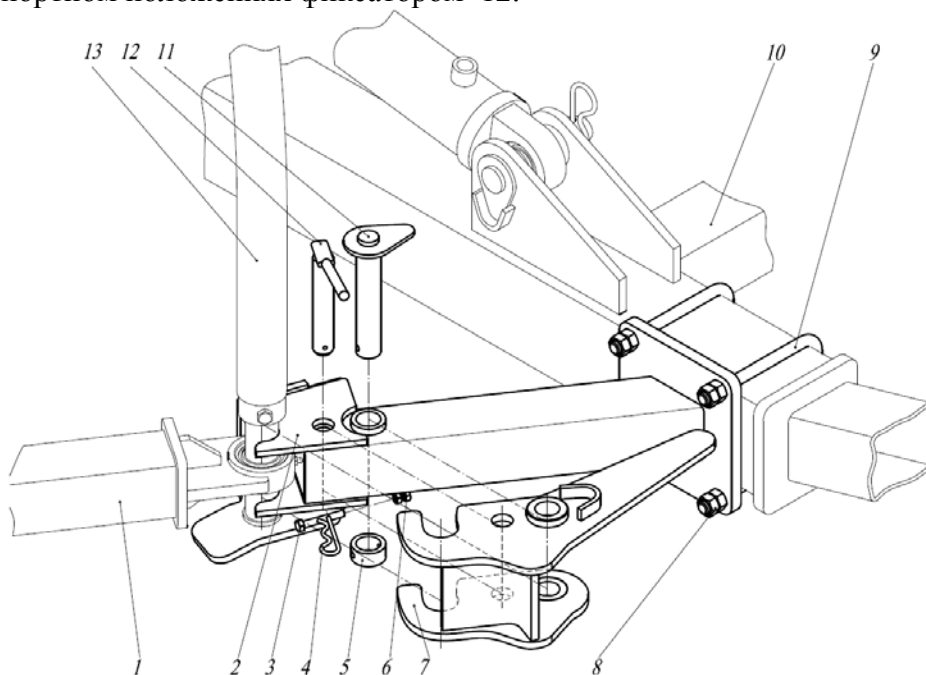

Рис.15 Кронштейн в сборе СГВ 01.190 (СГВ 01.190-01)
2.1.11 Через кронштейны в сборе (рис.15) растяжками в сборе 1 боковые балки связаны со сницай 10. Кронштейн в сборе состоит из кронштейна 2, который включает в себя опору оси водила 13 и захват этой оси, и крепится на снице 10 скобами 9 и гайками 8. На кронштейне 2 осью 11 крепится замок 7. Замок 7 фиксируется в рабочем или транспортном положениях фиксатором 12.